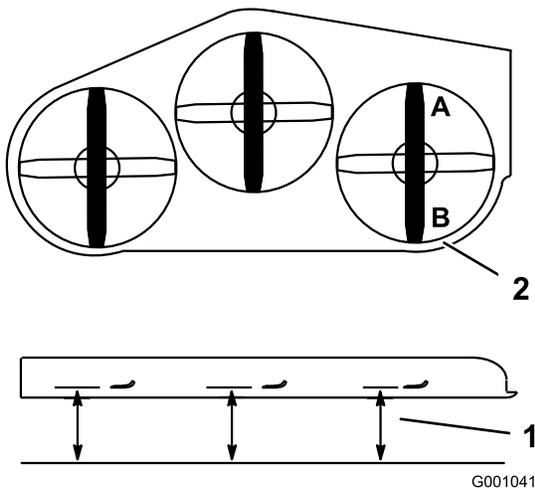

Figure 78
1. Tournez la lame droite dans le sens longitudinal (Figure 78).
2. Mesurez la distance au point **A** entre la surface plane et le tranchant de la pointe de la lame droite (Figure 78).
4. Mesurez la distance au point **B** entre la surface plane et le tranchant de la pointe de la lame droite (Figure 78).
6. La lame doit être plus basse de 6 à 10 mm (1/4 à 3/8 po) au point **A** qu'au point **B** (Figure 78). Si ce n'est pas le cas, passez aux étapes suivantes.